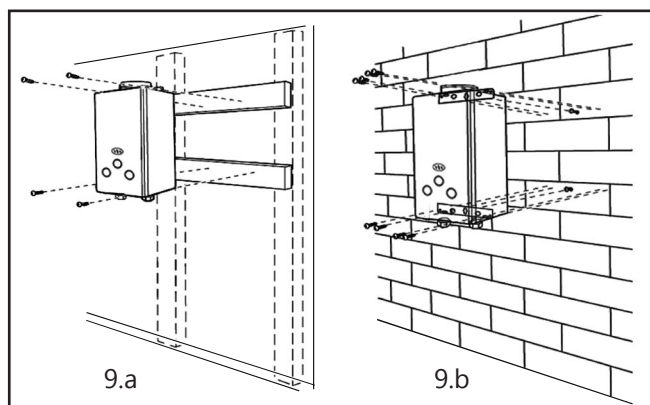

Figura 9. Fijación del calentador.
- **Paredes de láminas de yeso:** Asegurar que la posición de los orificios de anclaje se ubiquen en frente de una viga de madera. Utilice una broca de 8-mm para taladrar y atornille las fijaciones. (Ver figura 9.a).
- **Paredes de ladrillo o cemento:** Instalar tacos de anclaje de alta resistencia a tensión en la pared. (No incluidos.) Atornille las fijaciones en los tacos de anclaje. (Ver figura 9.b).